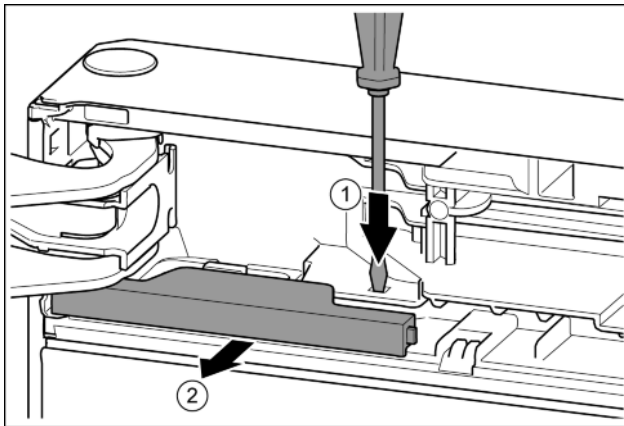

Fig. 14
- Pousser la languette avec un tournevis plat. *Fig. 14 (1)*
- Sortir le cache de l'encliquetage. *Fig. 14 (2)*